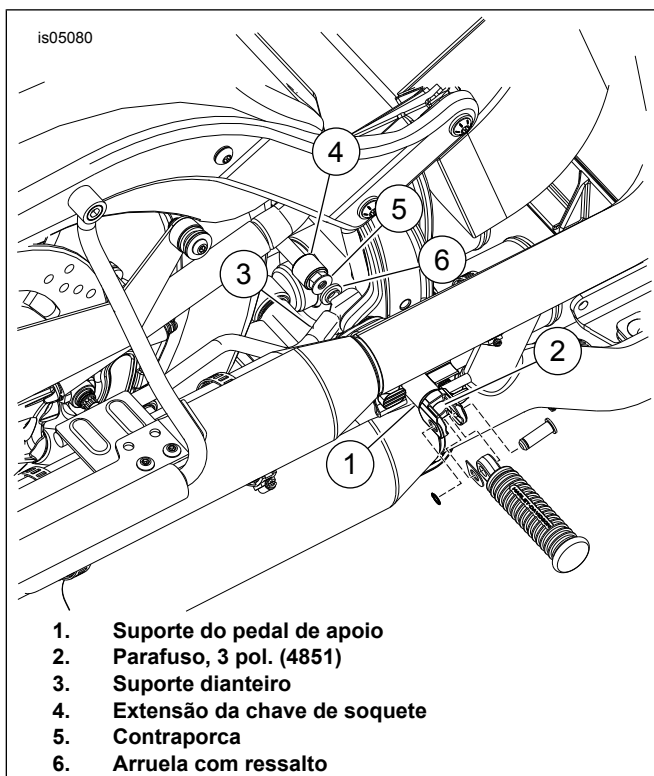

Figura 10. Instalação do suporte dianteiro e do suporte do pedal de apoio (mostrado lado direito)
1. Veja a Figura 10. Alinhe o suporte do pedal de apoio (1) com o furo no quadro.